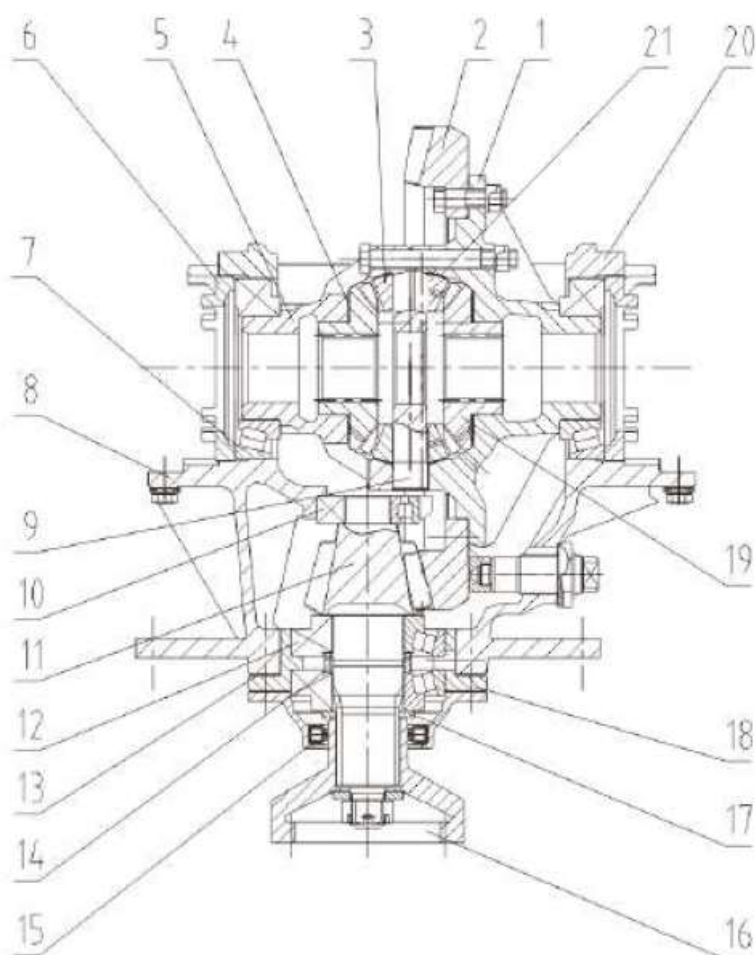

Рис. 3-1-7. Главный редуктор в сборе:
1.4.2. Редуктор (дифференциал). Рис. 3-1-7.